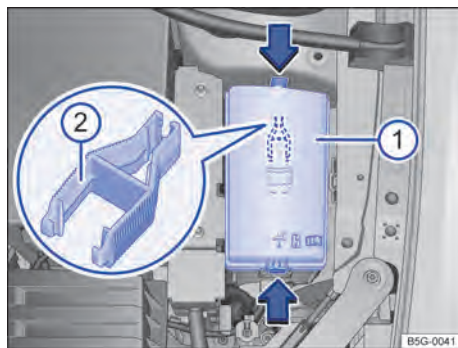

Fig. 156 En el vano motor: cubierta ① de la caja de fusibles con útil de agarre de plástico ②.
- Presionar los bloqueos en el sentido de la flecha → fig. 156 ①, para desbloquear la cubierta de la caja de fusibles.
En el lado interno de la cubierta de la caja de fusibles en el vano motor puede haber un útil de agarre de plástico → fig. 156 ② para sacar los fusibles.